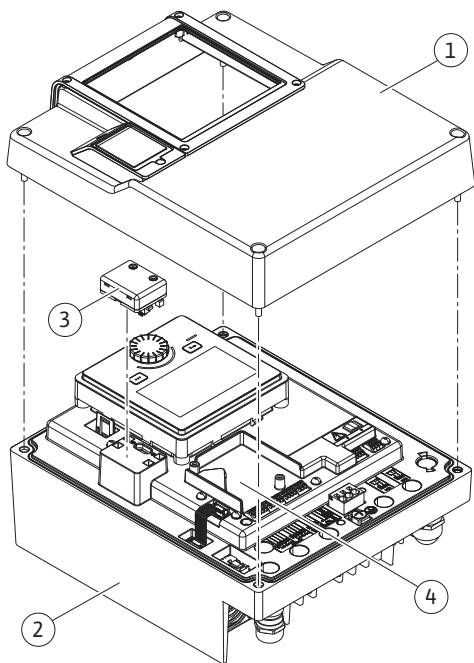
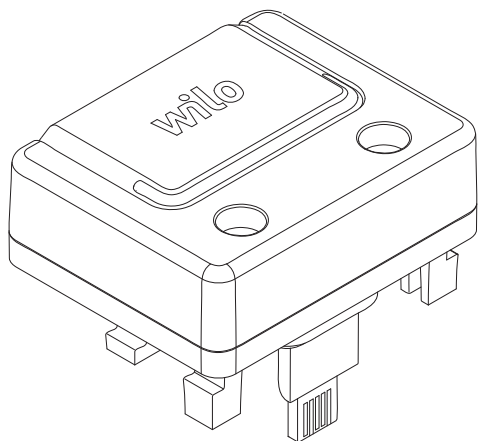

Fig. 25: Module électronique
Fig. 26: Module BT Wilo-Smart Connect
L'interface Bluetooth (Fig. 25, pos. 3) du module BT Wilo-Smart Connect (Fig. 26) permet d'établir la connexion avec des appareils mobiles, comme les smartphones et les tablettes. L'application Wilo-Smart Connect permet de commander et de régler la pompe, mais également de consulter ses données de fonctionnement. Voir les réglages au chapitre « Mise en service ».
3. Brancher le module BT Wilo-Smart Connect dans l'interface prévue. Voir Fig. 25, pos. 3.
Les modules CIF (accessoires) servent à établir une communication entre les pompes et la gestion technique de bâtiment. Les modules CIF sont enfichés dans le module électronique (Fig. 25, pos. 4).